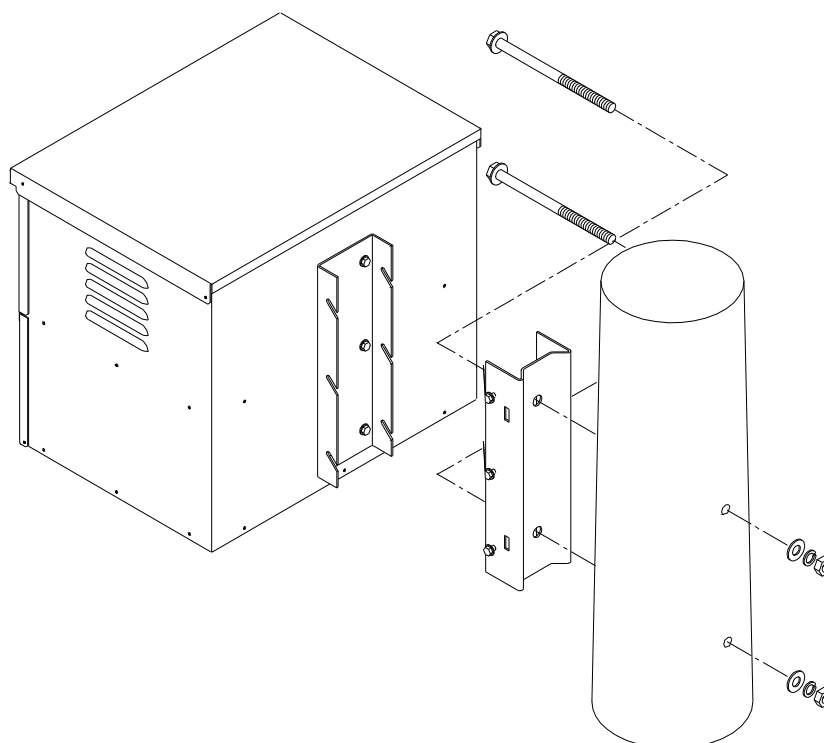

Figura 3. Instalação do Gabinete Externo em Poste de Madeira
3. Se a instalação for efetuada em poste de madeira, utilize o suporte de fixação ao poste como referência para marcar os locais de furação onde se deseja realizar a instalação. Faça furos de 18 mm nos locais previamente marcados. Fixe firmemente o suporte ao poste utilizando parafusos 5/8" (não acompanham o kit), como é mostrado na Figura 3. Caso a instalação seja efetuada em postes de concreto, utilize abraçadeiras metálicas para a fixação do suporte (Fig. 4). Se possível, posicione o gabinete de modo que o painel frontal e os LEDs de Sinalização fiquem em uma posição de fácil acesso e visualização;